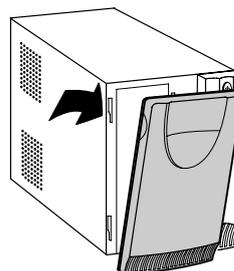

Figura 21 Cómo Retirar la Cubierta Frontal del UPS
- 1 Tire hacia adelante la esquina superior izquierda y retire la cubierta frontal del UPS (consulte Figura 21).